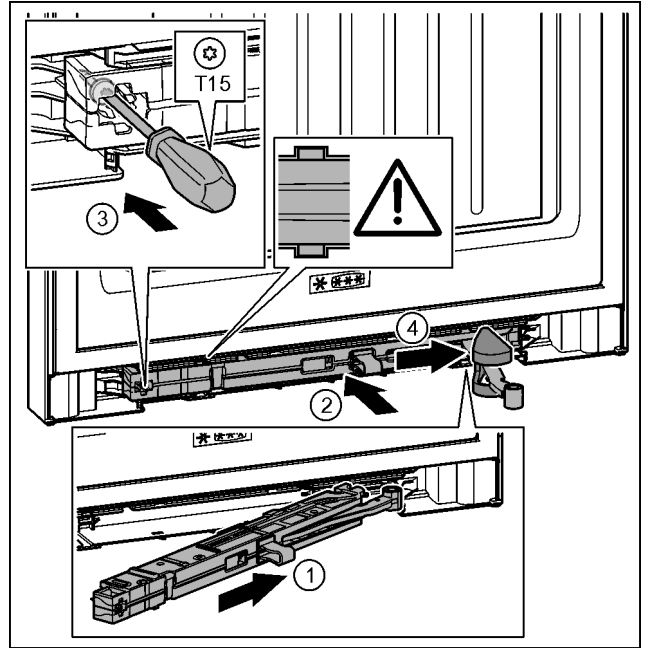

Fig. 39
- ▶ 将托架侧面的关门阻尼单元倾斜插入凹槽直至止挡装置。 Fig. 39 (1)
- ▶ 将关门阻尼单元完全地推入凹槽。 Fig. 39 (2)
- ▶ 用 T15 螺丝刀拧紧螺钉。 Fig. 39 (3)
- ▶ 将盖板推到铰链上方。 Fig. 39 (4)